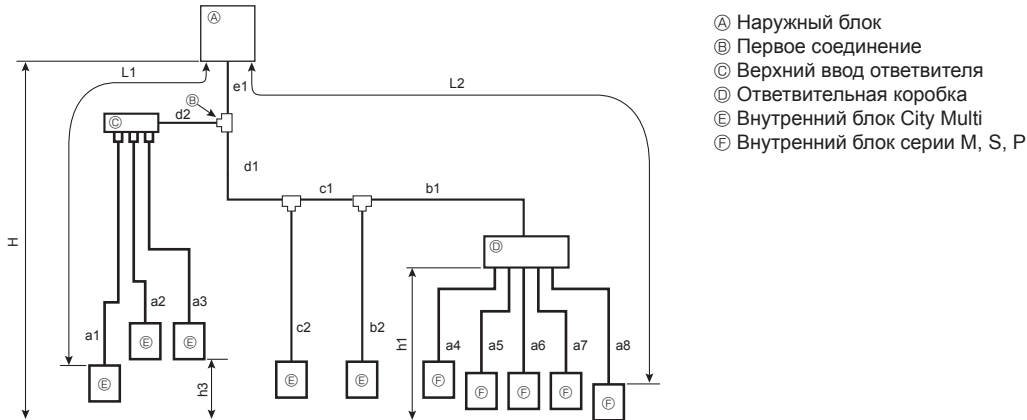

Fig. 4-5 (a)
4.1.3. Смешанная система (внутренние блоки City Multi и внутренние блоки серии M, S, P (соединение с ответвительной коробкой)) (Fig. 4-5)